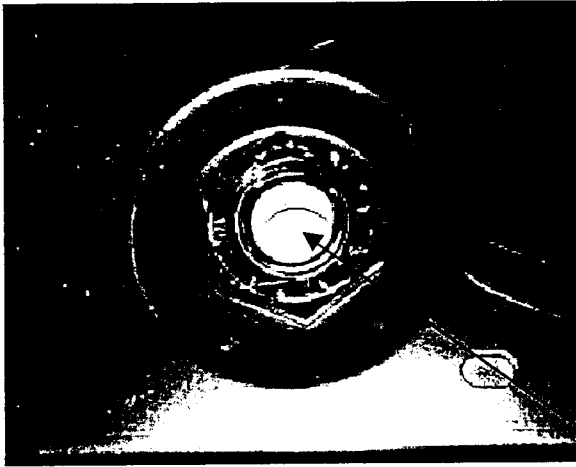

Abb. 5
- Kabelsatzstecker von unten nach oben im zentralen Hohlrohrbolzen der Drehkonsole hochführen und wieder verbinden (Abb. 5). Kabel mit Kabelbinder fixieren.